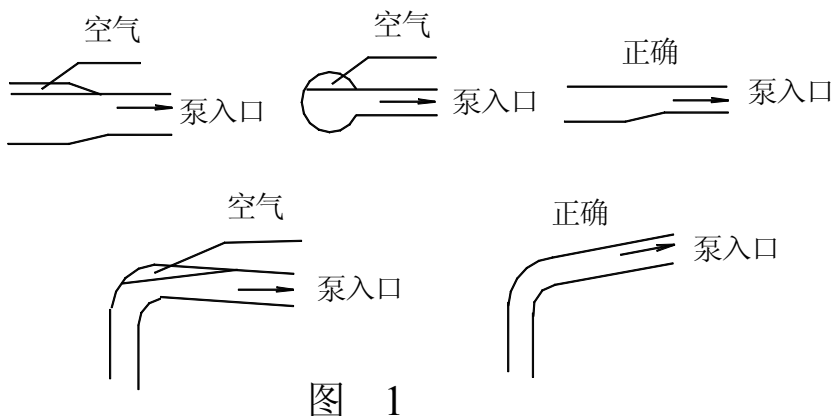

图 1
- (1) 泵应安装在通风良好、防冰冻的地方,并放平且稳固。
- (2) 泵和电动机距障碍物至少 150mm,以使电动机的冷却风扇周围有足够的空气。
- (3) 泵底座上的箭头表示水流过泵的方向。泵使用前应检查水能否自由通过。
- (4) 进水管道安装时应防止产生气囊泡，见图 1。